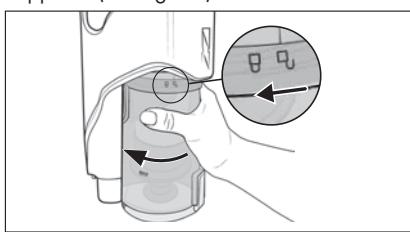

Fig. 19
- 2) Pour extraire le bac à poussière 7 de l'appareil, tournez-le dans le sens du symbole □ (ouvrir) jusqu'à ce qu'il se détache de l'appareil (voir fig. 19).